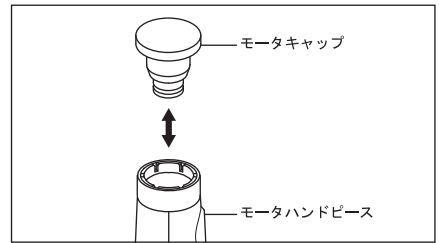

図6
- 4) モータハンドピースにモータキャップを取り付けます。(図6)